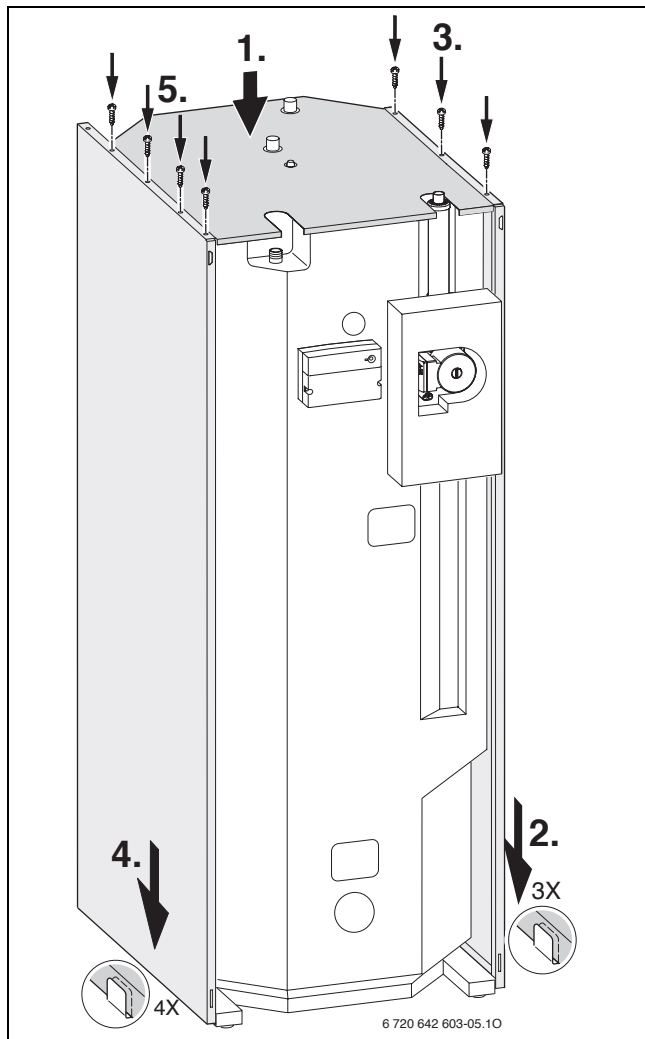

Fig. 9 Ejemplo: montaje de las piezas laterales si el acumulador auxiliar está **colocado a la izquierda**.
- ▶ Si el acumulador auxiliar está **colocado a la izquierda**, monte las piezas laterales como se muestra en la fig. 9.